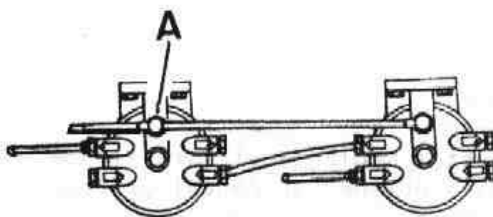

Fig. L1-3 Filtros de combustible
- 1.2. Aflojar el tornillo, A (Fig. L1-3), situado en el soporte del filtro.
- 1.4. Apretar el tornillo, A (Fig. L1-3) de la tubería de purga y accionar la palanca de cebado unas cuantas veces para eliminar las burbujas que hayan podido quedar en la tubería de purga del filtro o filtros.